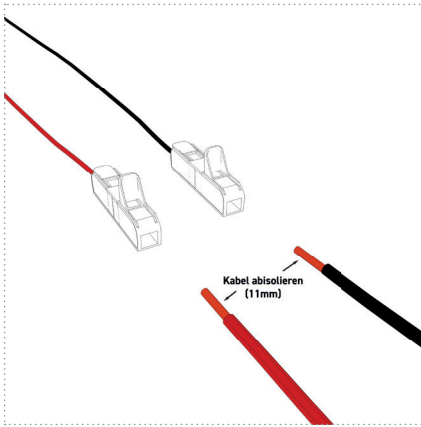

Abbildung: 20
2. Isolieren Sie die bordseitigen Anschlusskabel 11 mm ab (Abbildung 20).
3. Schließen Sie anhand *Tabelle 17+18* die 2 Kabel (Spannungsversorgung und Signal) der UV-Einheit mittels den im Lieferumfang enthaltenen Verbindungsklemmen an die Spannungsversorgung u. Pumpe an (Abbildung 20+21).